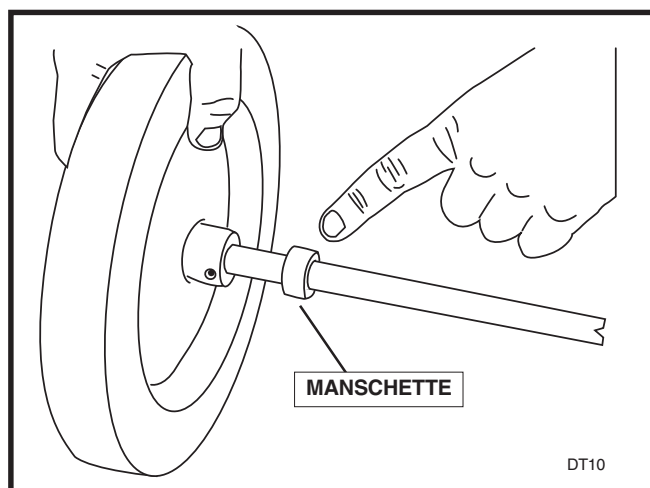

ABBILDUNG 2
11. Setzen Sie die Manschette auf die Welle und führen Sie die Welle durch Lager und Sicherheitsblech. Setzen Sie die andere Manschette auf die Welle. Siehe Abbildung 2. Befestigen Sie die Manschetten mit einem Körner und ziehen Sie dann die Stellschraube an. Wiederholen Sie den Vorgang auf der anderen Seite.